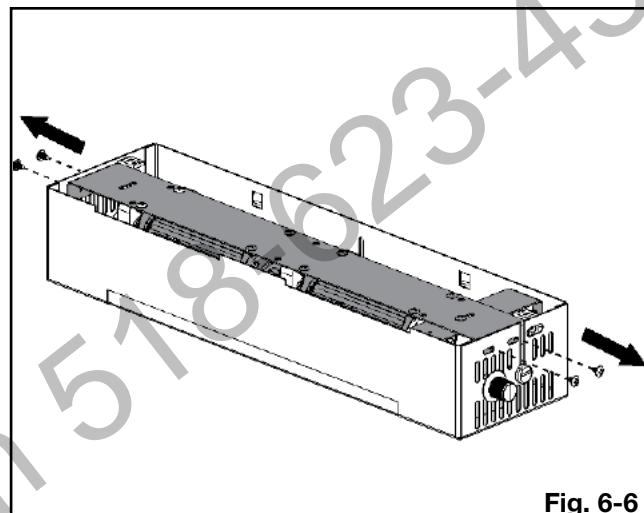

Fig. 6-6
- C. Retirez les 4 vis servant à fixer le support au boîtier de la soufflerie (**Fig. 6-6**). Faites glisser les souffleries (attachées au support) des déflecteurs de boîtier et les soulevez. Mettez de côté les vis et les souffleries (attachées au support).